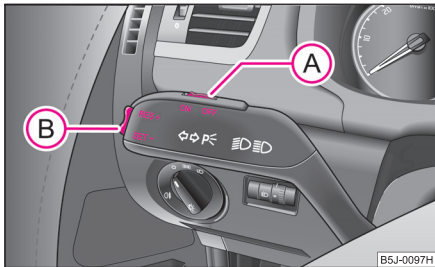

Abb. 117 Bedienungshebel: Wippe und Schalter der Geschwindigkeits-Regelanlage
- Drücken Sie den Schalter **A** ⇒ Abb. 117 in die Stellung **ON**.
- Die gespeicherte Geschwindigkeit können Sie ohne Betätigung des Gaspedals durch Drücken der Wippe **(B)** ⇒ Seite 102, Abb. 117 in die Position **RES+** erhöhen.
- Drücken Sie den Schalter **(A)** ⇒ Seite 102, Abb. 117 nach rechts in die Stellung **OFF**. ■